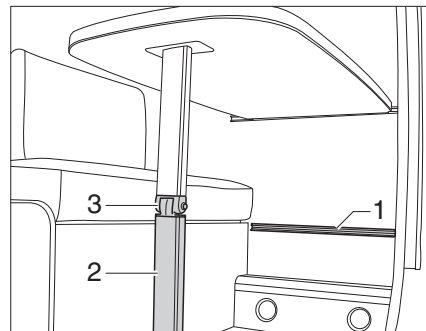

Fig. 36 Tavolo sospeso con supporto snodabile
- Sbloccare il piede del tavolo (Fig. 36,2) sul giunto e richiuderlo.
- Agganciare il tavolo sospeso nella sbarra di aggancio inferiore (Fig. 36,1) e deporlo sul giunto del piede del tavolo (Fig. 36,3).